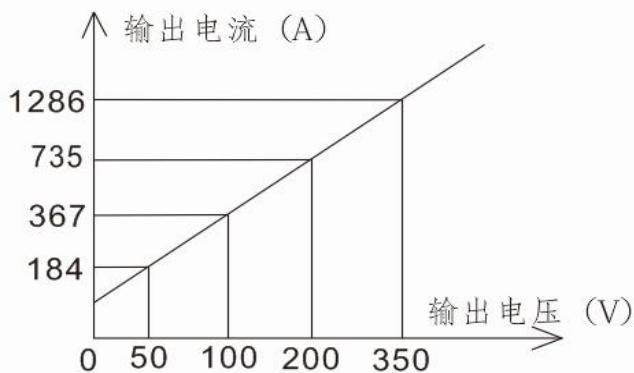

图 33 变频电源装置负载能力曲线
12.6.1 将散热板抽出，用晶体管测试仪对每块功放板进行耐压测试。功放板的布局如图 33、34 所示。有两种情况：一种耐压为零，一种耐压较低但不为零。